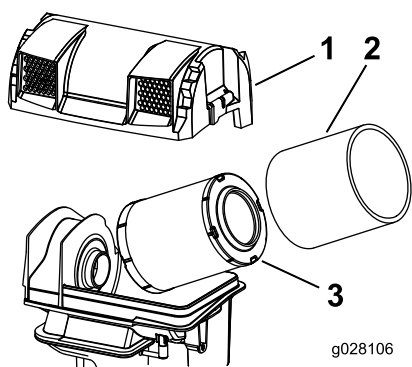

Figura 38
6. Eliberați elementele de fixare ale filtrului de aer i îndepărtați capatul filtrului de aer (Figura 38).
8. Glisați uor filtrul primar din corpul filtrului de aer (Figura 38).